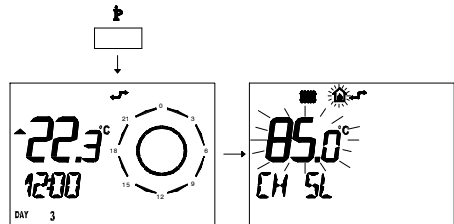

fig. 5.46
- 1 Premere per più di 3 secondi il pulsante per entrare in modalità INFO. (fig. 5.46)